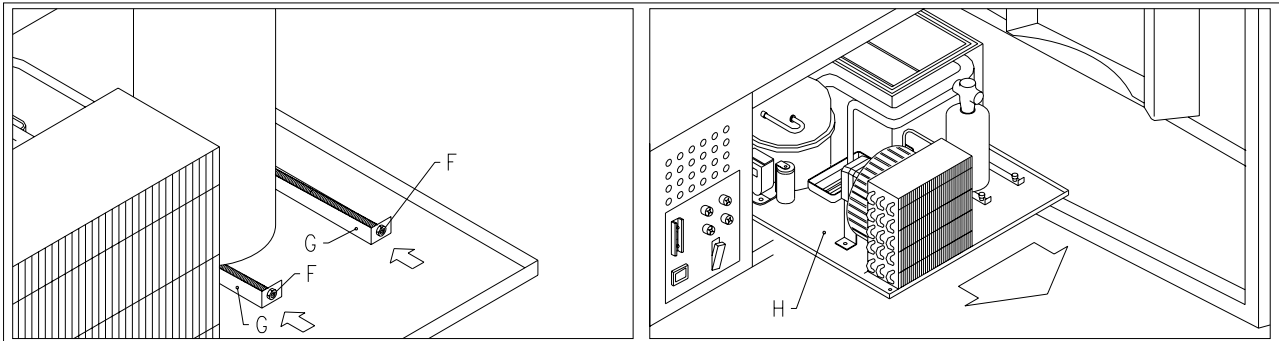

FIG. 19
- Svitare i volantini pos. F FIG. 19 che blocca il leverismo di abbassamento della scatola evaporatore;
- Spingere le due staffe pos. G FIG. 19 in modo da abbassare la scatola evaporatore;
- A questo punto è possibile estrarre tutto il gruppo frigo pos. H FIG. 19